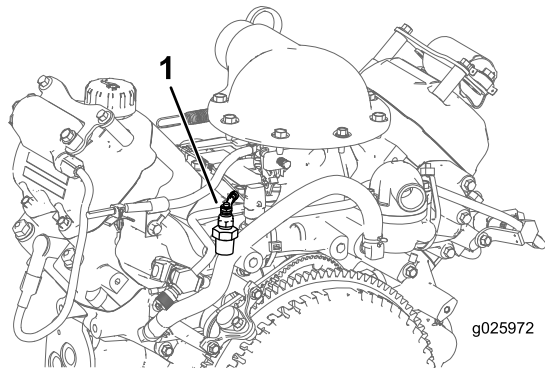

図 7
1. サーモスタットハウジングから温度スイッチを外してT字フィッティングを取り付ける 図 7.